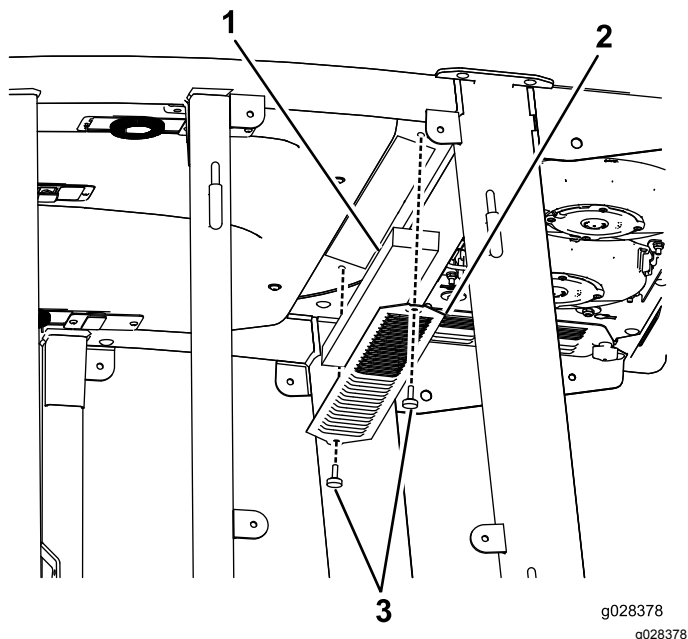
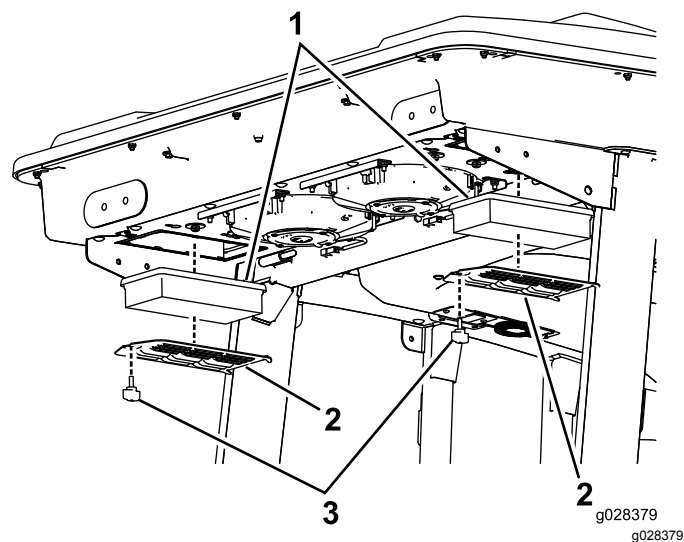
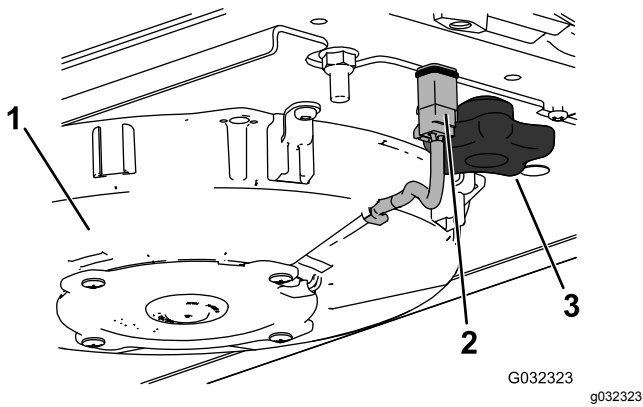
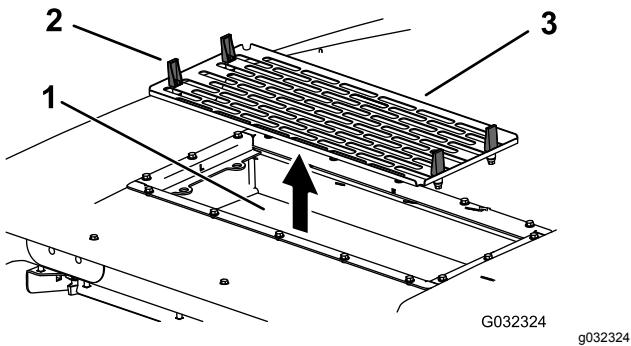

Figura 115
Figura 116
Figura 117
Figura 118
1. Remova os parafusos e as grelhas dos filtros de ar interior e traseiro da cabina (Figura 115 e Figura 116).
5. Retire os filtros de ar (**Figura 116**).
7. Instale os filtros de ar, painel e conjunto da ventoinha (**Figura 116**, **Figura 117** e **Figura 118**).
8. Ligue o fio de cada uma das ventoinhas (**Figura 117**).